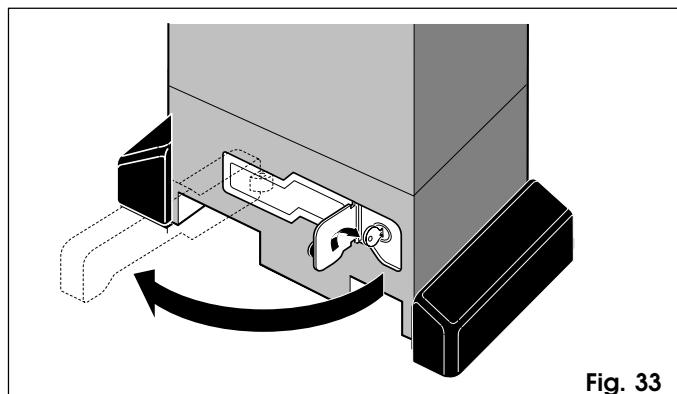

Fig. 33
- 2) Giren la llave en sentido horario y tiren de la palanca de desbloqueo como se indica en la Fig.33.